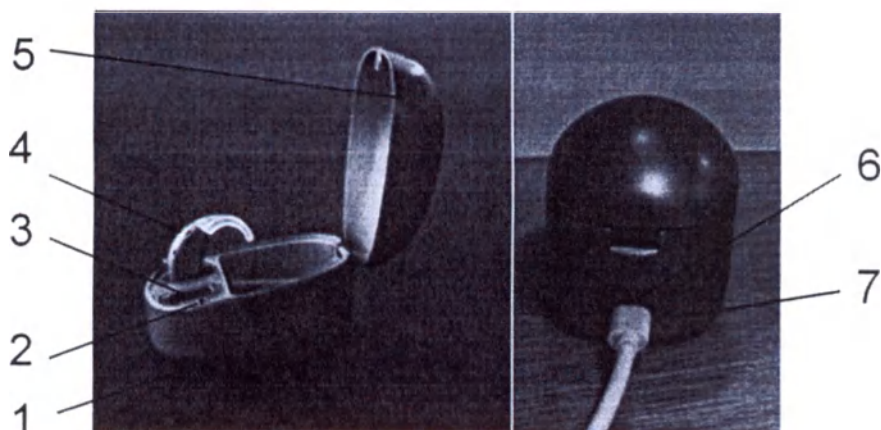
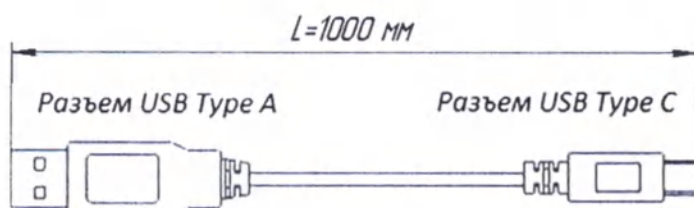
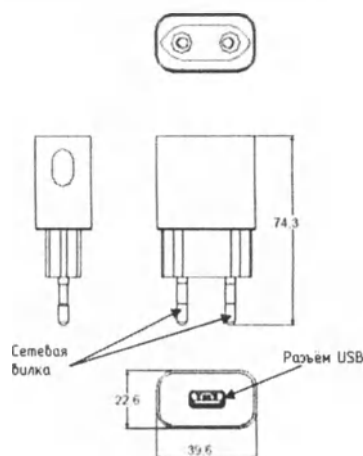

Рисунок 2. Внешний вид ЗУ
Рисунок 3. Кабель USB Type-A – USB Type-C
Рисунок 4. Внешний вид адаптера сетевого питания
- Вставьте соединительный кабель USB Type - A (рис.3) с одной стороны в разъем на корпусе зарядного устройства (рис.2), с другой стороны в сетевой адаптер 220В / 5В. (рис.4). Вставьте сетевой адаптер в сетевую розетку «220 В».
- Световой индикатор (7) (рис.2) будет гореть красным светом – если аккумулятор разряжен и зеленым светом – после полной зарядки.
Для ЗУ без встроенного аккумулятора индикатор (7 рисунок 2), находящийся около разъема USB Type-C кабеля сетевого питания (6 рисунок 2), будет постоянно светиться зеленым цветом.
Для ЗУ со встроенным аккумулятором цвет индикатора (7 рисунок 2) будет отображать уровень заряда встроенного аккумулятора: красный – идет процесс зарядки, зеленый – полностью заряжен.
Световой индикатор, находящийся около гнезда ЗУ для установки СА (2 рисунок 2) не будет светиться, если СА не установлен в гнездо ЗУ.
При установке СА в ЗУ световой индикатор, находящийся около гнезда ЗУ (2, рисунок 2), начинает мигать, если аккумулятор СА заряжен не полностью.
Откройте верхнюю крышку ЗУ (5 рис.2), установите слуховые аппараты (4 рис.2) в гнезда (3 рис.2) до упора с контактной системой, развернув СА рожком (или тонкой трубкой), в сторону крышки ЗУ. Вид правильно установленного СА в ЗУ показан на рисунке 5.
Световые индикаторы (2 рис.2) около гнезд начнут мигать следующим образом (от 1 до 4 раз с интервалом 3 секунды):
Когда аккумулятор СА полностью зарядится, процесс зарядки автоматически прекращается, и световой индикатор (2, рис.2) начинает светиться постоянно.
Зарядка встроенного аккумулятора ЗУ происходит в момент подключения ЗУ к сети ≈ 220 Вольт с помощью кабеля USB – Type-C и сетевого адаптера (рис.3, рис.4), вне зависимости от того, помещен ли в это время СА в гнездо ЗУ, или нет.
В процессе зарядки встроенного аккумулятора ЗУ, его индикатор (7, рис.2) горит красным цветом. После полной зарядки цвет индикатора меняется на зеленый.